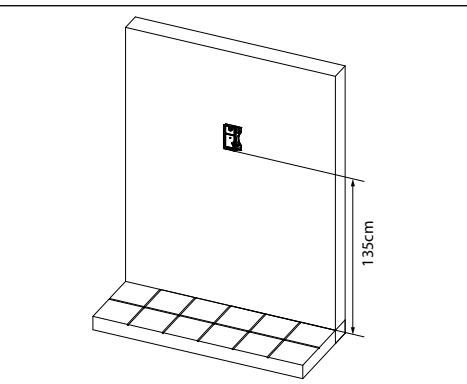
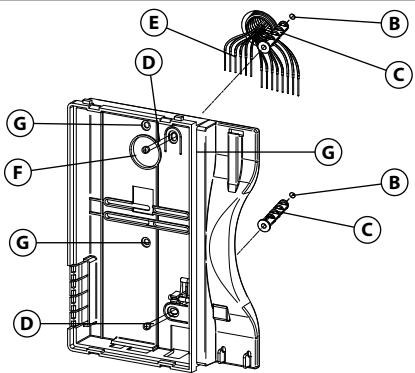

Fig. 3
Fig. 4
- Appoggiare a parete la base del videocitofono ad una altezza di circa 135cm (**Fig. 3**) dal pavimento finito e prendere i riferimenti per i fori di fissaggio **B** (**Fig. 4**), tenendo presente che i conduttori **E** (**Fig. 4**) devono passare attraverso l'apertura **F** (**Fig. 4**). Se per l'uscita da parete dei conduttori si utilizza la scatola da incasso 503, murare la stessa in posizione verticale lasciando circa 140cm tra la base e il pavimento finito.
- Facendo riferimento alla (**Fig. 4**), realizzare i fori **B**, inserire al loro interno i tasselli ad espansione **C** e fissare la base del videocitofono alla parete tramite le viti **D** avendo cura di passare i conduttori **E** attraverso la fessura **F**. Se è stata utilizzata la scatola da incasso 503, fissare a parete la base tramite i fori **G** (a passo con le linguette di fissaggio della 503) utilizzando le viti **D**.